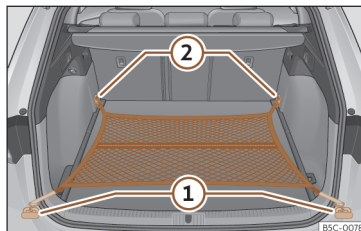

Fig. 186 Na bagageira: saco de rede fixado rente ao piso.
- Fixe os ganchos da rede nas argolas de fixação >>> **Fig. 186** ① e ② >>> . O fecho de correr do saco deve ficar voltado para cima.